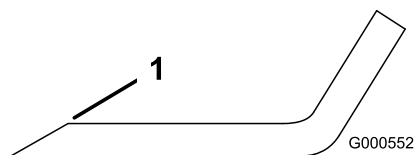

Figura 117
1. Utilice una lima para afilar el filo de corte en ambos extremos de la cuchilla (Figura 117).